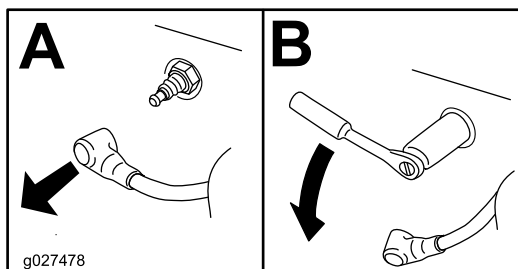

Figura 50
4. Togliete la candela (Figura 50).